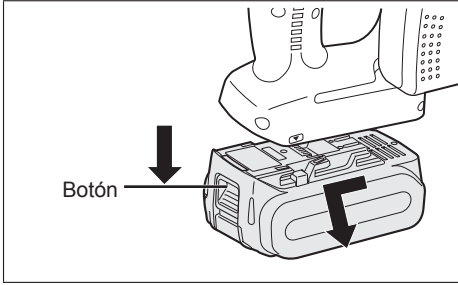

Fig. 3
- Para extraer la batería (Consulte la Fig. 3.) Tire del botón desde el frente para soltar la batería.